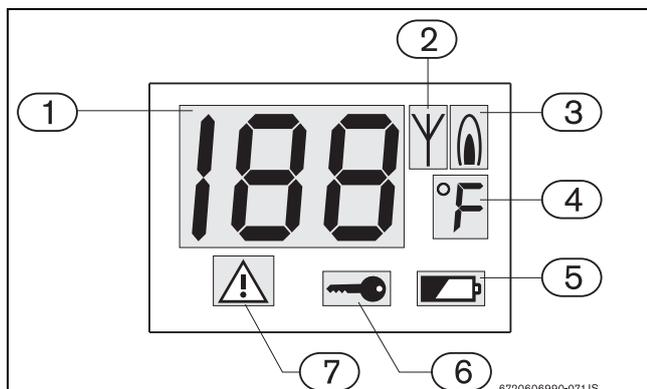

Fig. 1 Display LCD multifunzione, dello scaldabagno
Il telecomando è munito di un sistema di segnalazione di guasti. Eventuali guasti provenienti dallo scaldabagno verranno visualizzati sul display LCD sotto forma di codici di errore (Fig. 1, pos. 1) e con il simbolo di "blocco di sicurezza" (Fig. 1, pos. 7). Il telecomando funzionerà solo dopo aver premuto il tasto di riarmo sullo scaldabagno ed aver eliminato l'errore.
Quando il livello di carica delle batterie è basso, il simbolo di batteria scarica (Fig. 1, pos. 5) appare sul display.